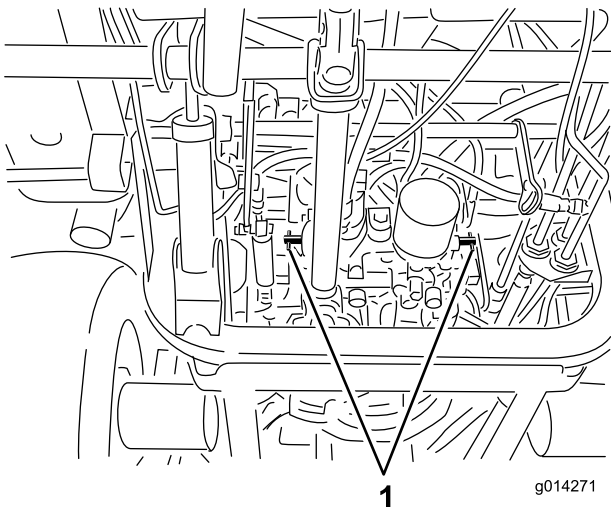

Bild 25
4. Drehen Sie jedes Sicherheitsventil eine Umdrehung nach links (Bild 25).
Drehen Sie jedes Sicherheitsventil um eine Umdrehung nach rechts und ziehen Sie sie mit der Hand fest (ungefähr bis auf 8 Nm) (Bild 25).